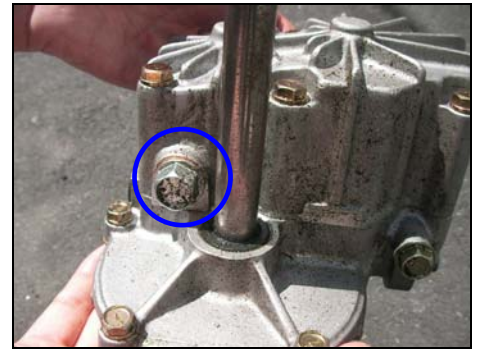
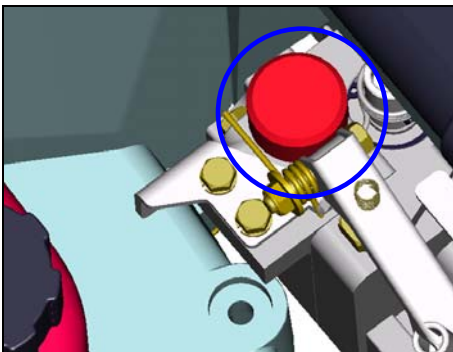
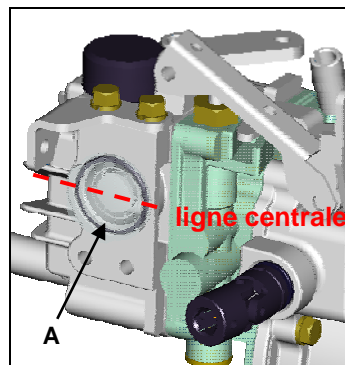

Fig. 21
Fig. 22
Fig. 23
3. Remplacer ensuite l'huile du groupe HST. Retirer le bouchon de vidange(fig. 21) , et vidanger la totalité de l'huile du groupe. Revisser le bouchon de vidange. Retirer le bouchon de remplissage rouge(fig. 22), et verser 0.22 l. d'huile pour HST(#46) et revisser le bouchon de remplissage. Si le niveau d'huile est inférieur à la ligne médiane du regard, ajouter de l'huile pour que le niveau remonte au dessus de cette ligne(fig. 23),
Avant de retirer le bouchon de remplissage rouge(fig. 22 & 23), nettoyer autour du bouchon et s'assurer d'aucune intrusion de poussière ou de saleté dans le groupe HST. Procéder aux vidange dans un endroit propre et non poussiéreux.